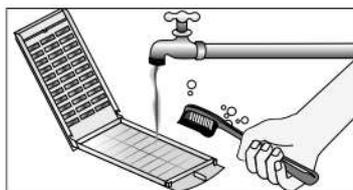

Figura 37
- Lave el filtro con un cepillo de cerda plástica y agua. Cepille hasta retirar la mugre y pelusas atrapadas en éste. (Figura 37).